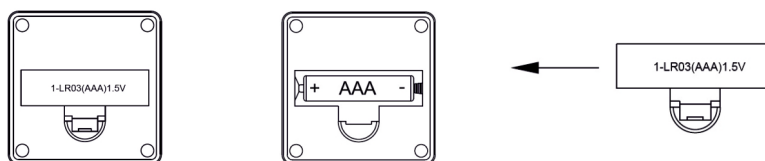

Abb. 1
- » Legen Sie die AAA-Batterie in das Batteriefach ein und achten Sie dabei auf die Polarität (siehe Abb. 1).